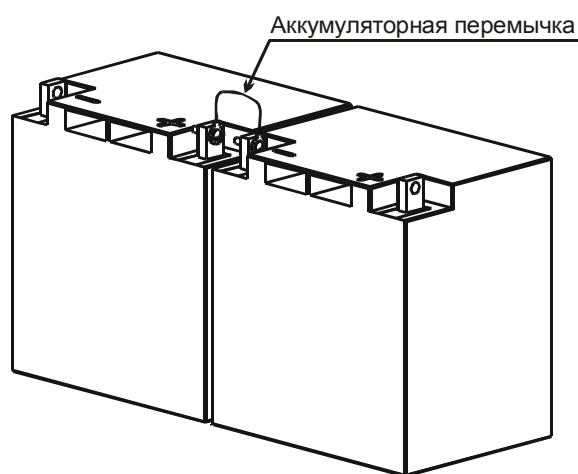

РИС.4
- соединить аккумуляторной перемычкой два аккумулятора в батарею как показано на рис.4 Приложения А;